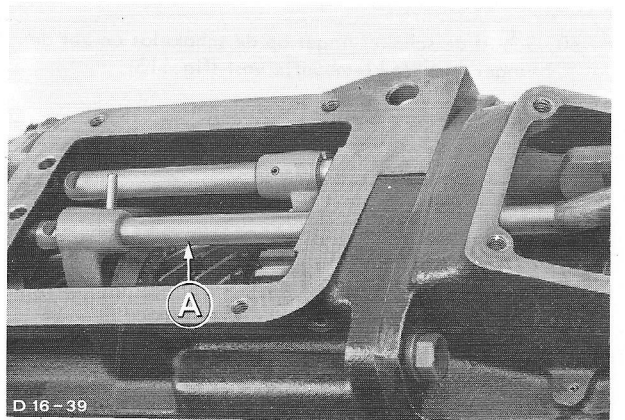

Fig.112 A - Schakelvorkas voor 3e/4e versnelling.
54. Schuif de schakelvorkas voor 3e/4e versnelling, nadat de plunjer reeds is gemonteerd, door het middelste gat in het huis en tegelijkertijd in de betreffende schakelvork. Monteer de pen en de borgveer. Monteer de holle borgpen (fig.112).